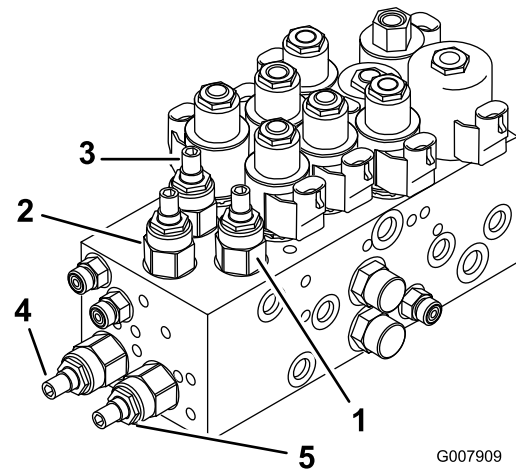
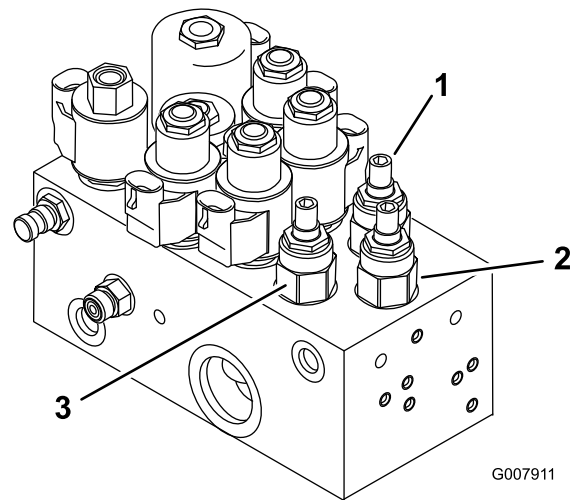

Figura 85
Figura 86
1. Localice las válvulas de ajuste de las unidades de corte deseadas; las válvulas están situadas en el colector de elevación (ver tabla y Figura 85 y Figura 86).